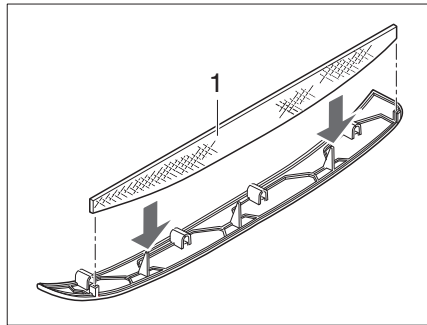
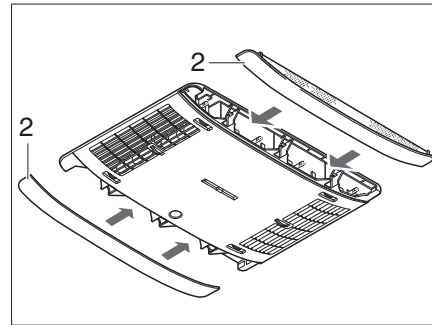

Fig. 366 Filtre à peluches de la climatisation
Fig. 367 Panneaux de la climatisation
Dans les panneaux latéraux (Fig. 367,2) se trouvent deux filtres à peluches. Les filtres à peluches doivent être nettoyés, et si nécessaire remplacés, à intervalles réguliers, au moins cependant tous les 6 mois.
- Enlever le panneau (Fig. 367,2) du distributeur d'air et nettoyer ou, si nécessaire, remplacer le filtre à peluches (Fig. 366,1).